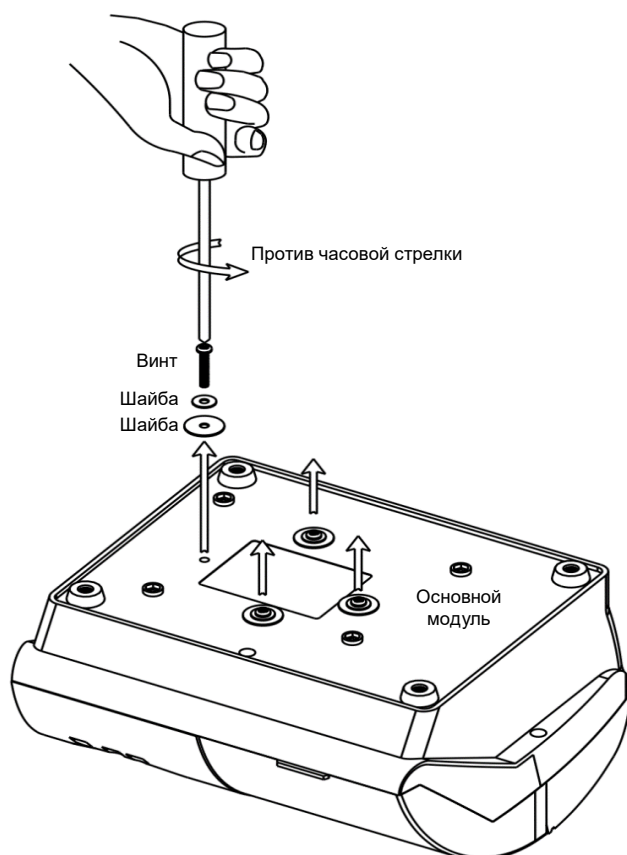

Рис. 2
- 1) Выньте основной модуль из упаковочной коробки, переверните его вверх дном и положите на стол, подстелив мягкий коврик. С помощью отвертки выкрутите четыре красных транспортировочных винта, как показано на рис. 2.